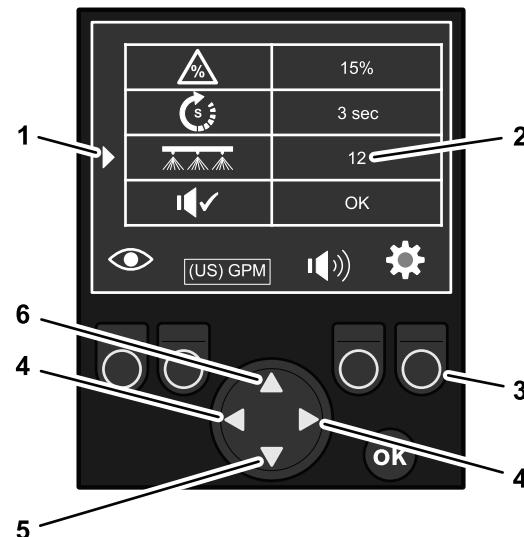

Figure 158
1. Sur l'écran de RÉGLAGES, appuyez sur les flèches Haut ou Bas du bouton de navigation/saisie jusqu'à ce que l'indicateur de réglage actif se trouve en face de SYSTEM COUNT (comptage système) (Figure 158).
2. Appuyez sur la flèche gauche ou droite de modification de valeur sur le bouton de navigation/saisie pour alterner les unités affichées entre un système à 11 débitmètres et un système à 12 débitmètres (Figure 158).
3. Lorsque vous avez terminé de modifier les valeurs sur l'écran de RÉGLAGES, appuyez sur le bouton de fonction 4 sous l'indicateur de bouton de réglages pour revenir aux écrans d'état de débit (Figure 158).